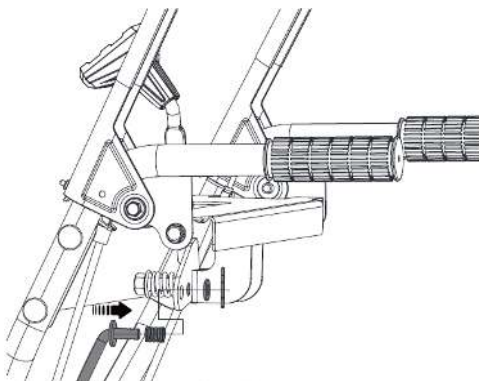

Рис. 11
2. Закрепите тягу к кронштейну, расположенному на верхней части ручки, переключения с помощью шплинта (рис. 11).